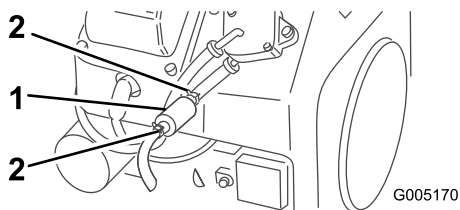

Figura 29
5. Apriete los extremos de las abrazaderas y deslícelas por el tubo alejándolas del filtro (Figura 29).
6. Coloque un recipiente debajo de los tubos de combustible para recoger cualquier fuga, luego retire el filtro de los tubos de combustible (Figura 29).